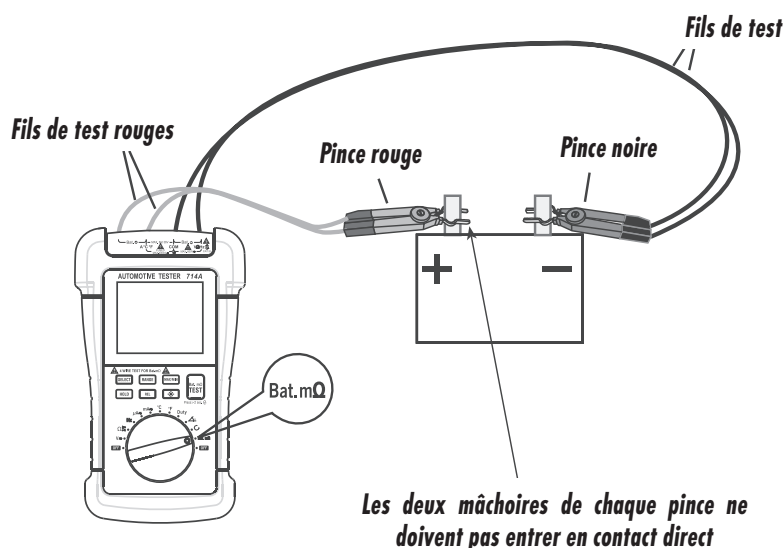

figure 8
2. Voir Figure 8, introduisez les deux fils de test rouges dans les deux bornes "Bat. $\oplus$ " et les deux fils de test noirs dans les deux bornes "Bat. $\ominus$ ".
Appliquez la pince rouge sur la borne positive de la batterie et la pince noire sur la borne négative (Figure 8).
- Note :** Pour obtenir une mesure précise, les mâchoires des pinces ne doivent pas entrer en contact direct (Figure 8).